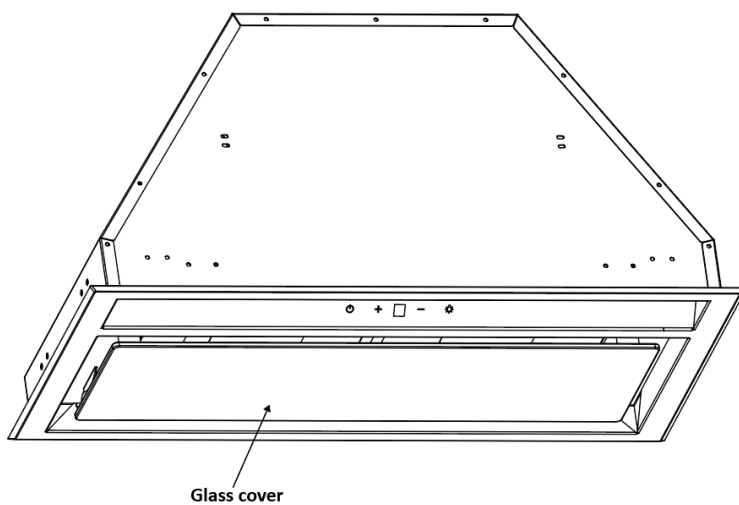

Рис. 3
3. Откройте стеклянную крышку, открутите 4 винта под стеклянной крышкой (См. Рисунок 3 -4.) Выньте фильтры, снимите соединение клеммы провода светодиодного света и клеммы провода переключателя, затем выньте всю стеклянную панель в сборе. (См. Рисунок 5.)